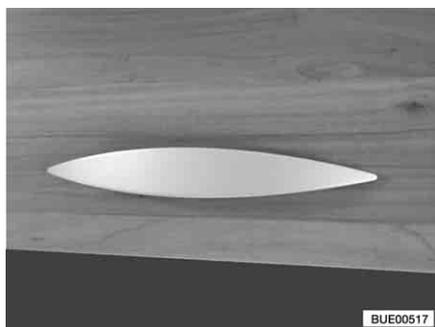

Fig. 42 Trampa de muebles con tirador (ejemplo)
- Tirar del tirador (Fig. 42) hasta que la trampa quede abierta.